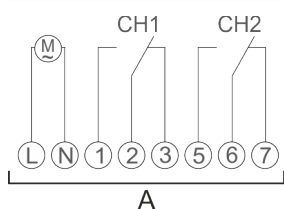

Bild 5: Elschema
3. Anslut kanalutökningen enligt elschemat (Bild 5).